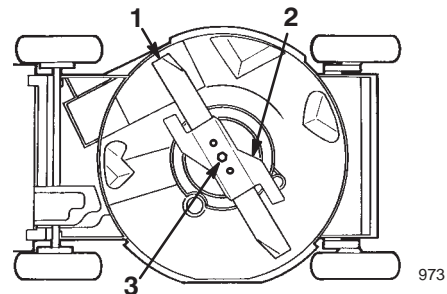

Bild 30
- Kippen Sie den Rasenmäher auf seine **linke** Seite (Luftfilter hoch) (Bild 30).